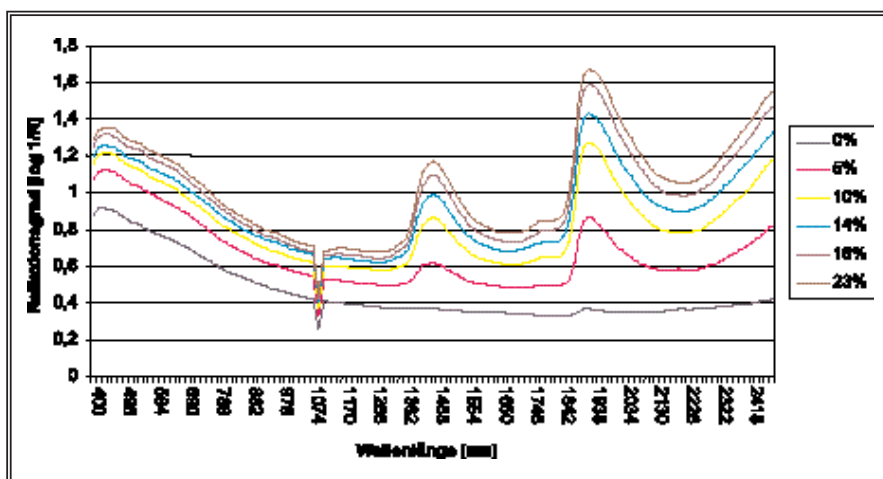

Abbildung 3: Reflexionsspektrum der Rasentragschicht „F“
Wassergehalt gezogen werden können (REEVES, 1994). Abbildung 3 zeigt die beiden Hauptabsorptionsbanden von Wasser am Beispiel einer Rasentragschicht mit unterschiedlichem Wassergehalt.
In Abbildung 3 ist für die Rasentragschicht (F) ein Reflexionsspektrum dargestellt. Aufgetragen ist der Reflexionsgrad in Abhängigkeit der Wellenlänge λ und des Wassergehaltes. Besonders zu beachten sind die Bereiche 1 bis 4: Bereich 1 markiert die von einfachen IR-Reflexlichtschranken verwendete Wellenlänge $\lambda = 900$ nm. Bereich 2 weist auf einen vermeintlichen Reflexionspeak bei 1100 nm hin. Dieser Peak ist jedoch gerätespezifisch. Die Lichtquelle und der Empfänger des Spektroskops werden in diesem Bereich umgeschaltet. Die Bereiche 3 und 4 markieren die beiden Maxima der aufgenommenen Absorptionsbanden, die bei $\lambda = 1450$ nm und $\lambda = 1930$ nm liegen.